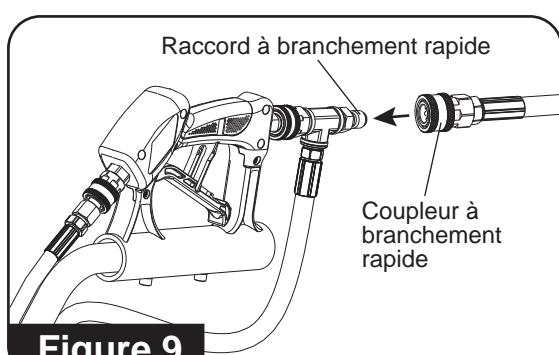

Figure 9
9. Insérez le coupleur à branchement rapide du tuyau de pression sur la prise à branchement rapide de la gâchette (**consultez la figure 9**).